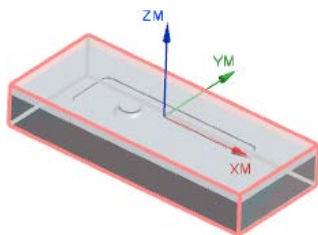

图 7.5 毛坯几何体
Step3. 单击“毛坯几何体”对话框中的按钮，系统返回到“铣削几何体”对话框，完成图 7.5 所示毛坯几何体的创建。